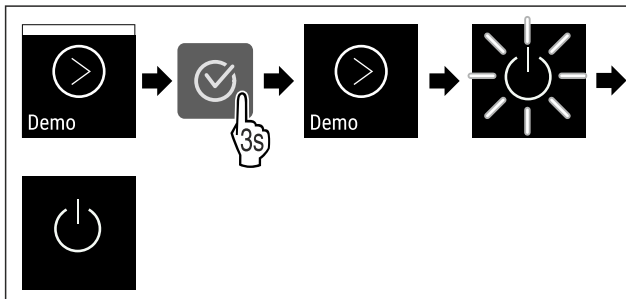

Fig. 111
- ▶ Провести етапи операцій (див. Fig. 111) .